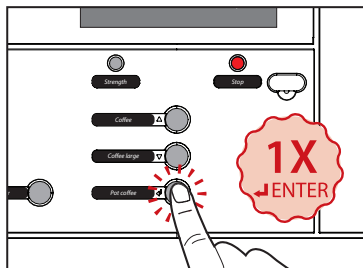

Рис. 6
5. Нажмите **ВВОД**, чтобы продолжить процедуру очистки (см. рис. 6).